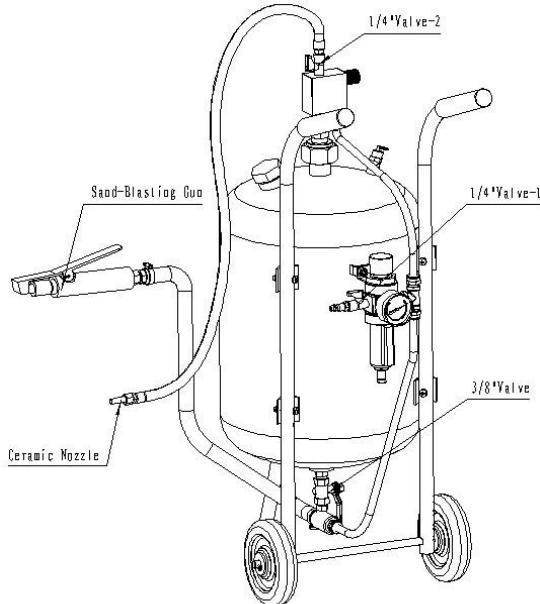

Figure 3
7. Stäng av luften från maskinen, vrid kvartal-tums ventil 1 (bild 3) till upprätt och ta loss luftslangen när du avslutar användningen. Öppna försiktigt kvartal-tums ventil 1 på nytt för att frigöra trycket i behållaren. Stäng kvartal-ventil 1 (bild 3), kvartal-ventil 2 (bild 3) och 3/8 tums-ventilen (bild 3) för att hålla fukten borta från behållaren.
13. Kontrollera rätt arbetstryck. Avbryt användningen och ta bort lufttrycksanslutningen om säkerhetsventilen (40) inte utlöses vid ett tryck på 8.6 bar (125 psi).
3. I bild 3 visas en färdigt monterad produkt.
1. Koppla fast kompressorns hankoppling i apparatens hankoppling (30), starta kompressorn och öppna kvartal-tums ventil 1 (bild 3).
2. Tryck på blästringspistolens (11) avtryckare när trycket är på ca. 6,9 bar (100 psi), så att luft flöder igenom den.
3. Håll avtryckaren nere och öppna försiktigt 3/8 tums ventilen (bild 3) så att skurmedlet börjar flöda ut ur pistolen.
4. Justera 3/8 tums ventilen (bild 3) så att vald mängd skurmedel flöder ut ur pistolen.
1. Håll blästringspistolens avtryckare nertryckt och stäng 3/8 tums ventilen (bild 3).
1. Koppla kompressorn i hankopplingen (30).
2. Starta kompressorn och öppna kvartal-tums ventil 1 (bild 3).
3. Öppna kvartal-tums ventil 2 (bild 3) för att frigöra skurmedlet när trycket nått 6,9 bar (100 psi).
4. Rikta sodamunstycket (bild 3) mot de delar som skall sodablästras. Du kan justera mängden av soda med att vrida på justeringsvredet. (Medsols för att öka mängden, motsols för att minska).
1. **VARNING!** Stäng kompressorn innan kontrolls, underhålls- eller rengöringsarbeten. Stäng kvartal-tums ventil 1 (bild 3) och kvartal-tums ventil 2 (bild 3). Frigör tankens (7) tryck med att öppna säkerhetsventilen (40). Kontrollera att tryckmätaren visar på noll. Ta loss kompressorns slang från hankopplingen (30).